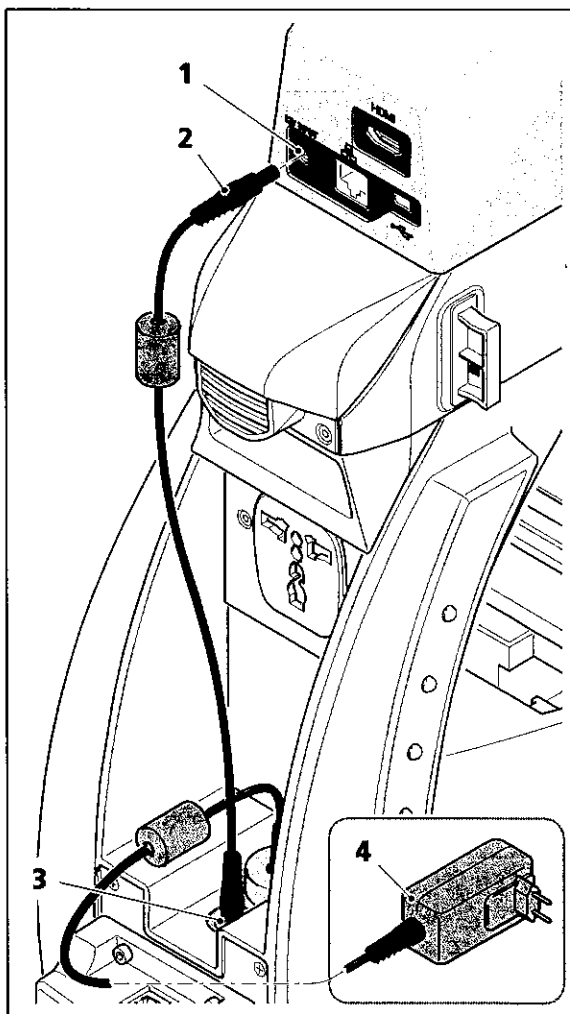

Bild 5 12 V-Verbindungskabel anschließen
- Stecker (Bild 5/2) des 12 V-Verbindungskabels in die als "12V INPUT" gekennzeichnete Anschlussbuchse (Bild 5/1) auf der Rückseite des Binokulartubus 30°/20 mit integrierter HD IP Kamera einstecken.
- Stecker am anderen Ende des 12 V-Verbindungskabels in der als "OUTPUT DC 12V" gekennzeichnete Anschlussbuchse an der Stativrückseite (Bild 5/3) einstecken.
- Steckernetzteil (Bild 5/4) an eine Steckdose anschließen.